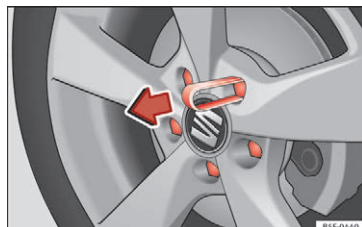

Fig. 70 Hjul: hjulbolte med dækkapper
- Skub plastikklemmen (hører med til bilens værktøj) på dækkappen, indtil den går i hak » **Fig. 70**.